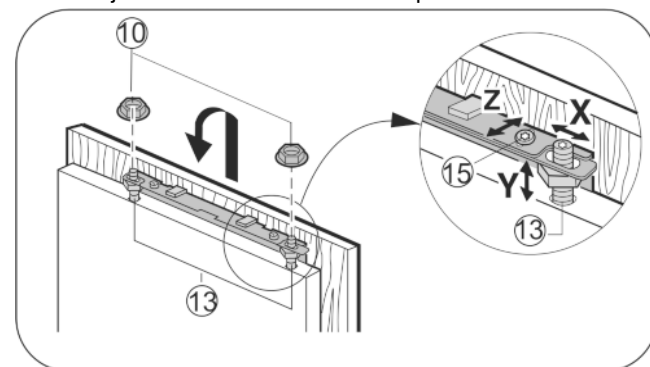

Fig. 27
- Zavěste dveře nábytku na ustavovací čepy Fig. 27 (13) a na ně volně našroubujte pojistné matice Fig. 27 (10).
- Nábytkové dveře vyrovnejte ve výšce Y a ve stranovém sklonu: Ustavovací čepy Fig. 27 (13) nastavte šroubovákem.
- Pojistné matice Fig. 27 (10) dotáhněte.